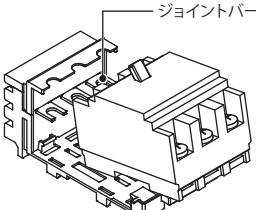

図1
- ① ブレーカの電源側端子を i plug-s のジョイントバーに差し込みます。(図 1)